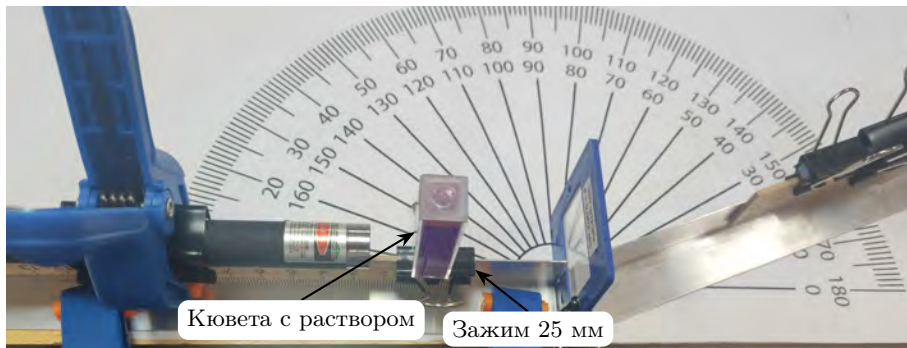

Рис. 10. Установка кюветы с раствором
5.4. Установите сразу после указки кювету с раствором марганцовки (см. рис. 10). Укажите, видно ли зеленое свечение зайчика от пучка лазера, прошедшего через марганцовку.